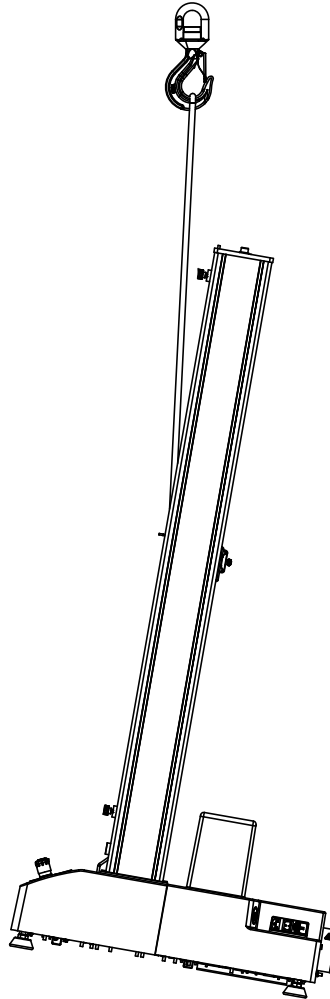

Figura 12. Sollevamento del telaio di prova di carico con una gru
1. Attaccare la fascia di sollevamento alla traversa e fissarla al gancio della gru in modo tale che l'imbracatura si estenda verticalmente dalla parte ANTERIORE della traversa come mostrato in Figura 12 a pagina 63. Se si utilizzano catene al posto di fasce di sollevamento, avvolgere la traversa con materiale protettivo in modo da evitare graffi e danni di vario tipo.